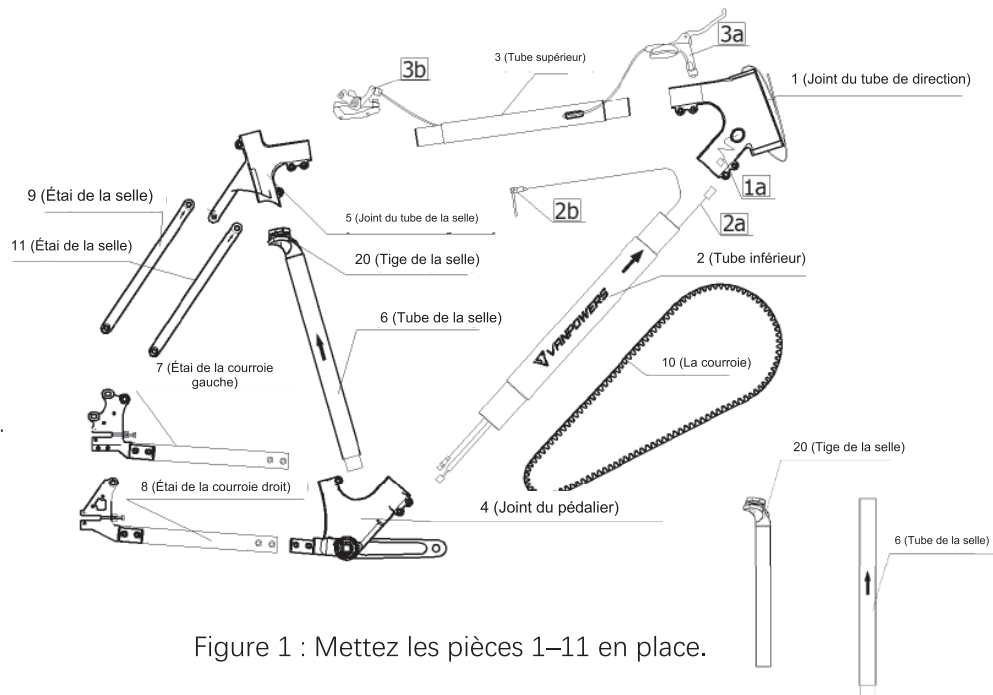

Figure 1 : Mettez les pièces 1–11 en place.
1. Trouvez les pièces 1–11 et placez-les comme indiqué sur la Figure 1.